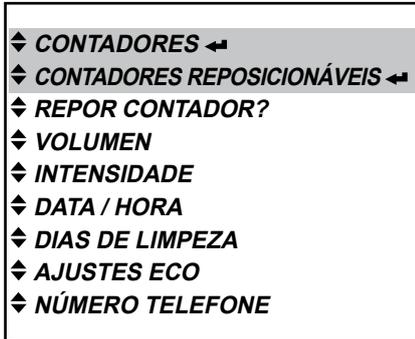

Fig. 33
- Ative o modo de funcionamento do menu «CONTADOR» ou o menu «CONTADORES REPOSICIONÁVEIS» e prima a tecla de Enter ← para aceder. (Fig. 33)